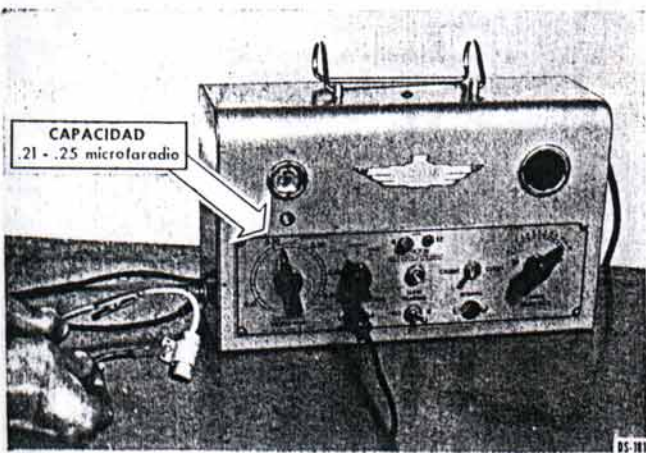

Fig. 24. — Verificando el comportamiento del condensador.
- d) **Condensador.** Inspeccione y controle su comportamiento (Fig. 24). Reemplácelo si éste no es satisfactorio. Las especificaciones son las siguientes